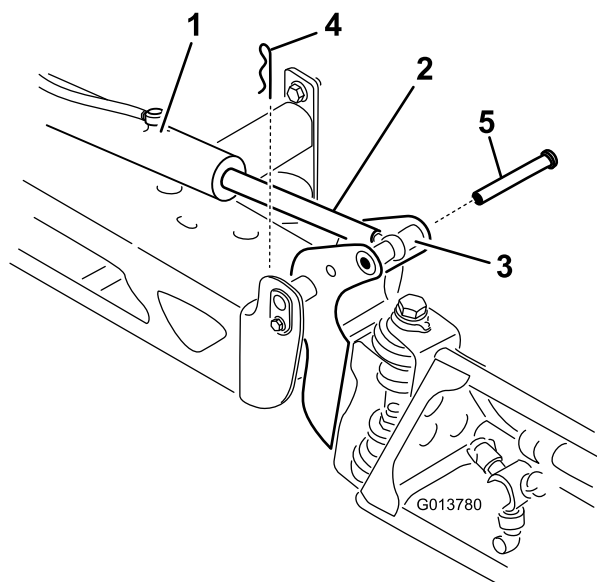

Рисунок 34
2. Извлеките шплинт из оси поворота (Рисунок 34).
3. Поднимите стрелу, извлеките штифт (Рисунок 34) и медленно опустите стрелу на землю.
9. Удерживая стрелу, проденьте штифт сквозь ось поворота стрелы и шток привода (Рисунок 34).